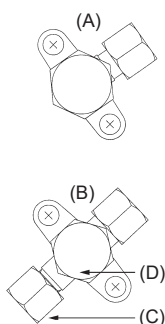

Rys. 4-3
4.3. Rury czynnika chłodniczego (Rys. 4-3)